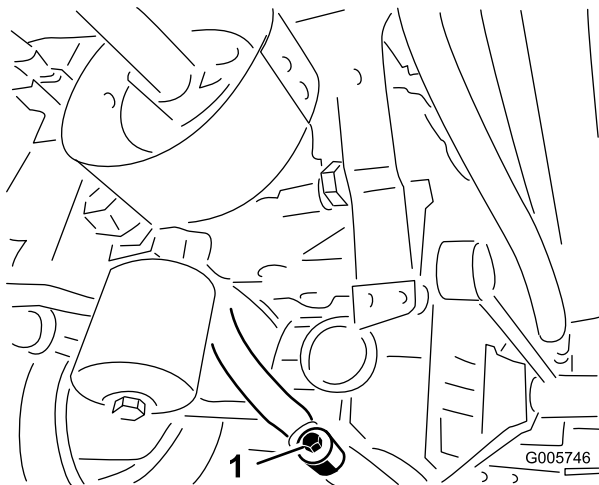
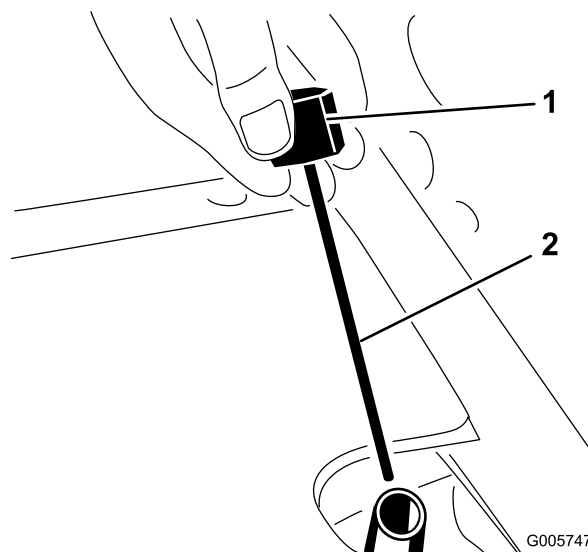

Figura 75
Figura 76
4. Retire o tampão de escoamento do encaixe entre o revestimento do eixo e o filtro de óleo, deixando que o fluido passar para o recipiente de drenagem (Figura 75).
6. Volte a montar o tampão de escoamento entre a caixa do eixo e o filtro (Figura 75).
7. Retire a vareta do tubo de enchimento do eixo (Figura 76) e encha o eixo até ao nível correcto, utilizando um fluido hidráulico correcto; consulte a tabela acima.
9. Aguarde mais dois minutos, retire a vareta e verifique o nível de fluido existente no eixo (Figura 76). Se o nível estiver baixo, adicione fluido até que o nível atinja a marca existente na vareta (Figura 76). Se o nível for demasiado alto, retire o tampão de escoamento (Figura 75) e esvazie o fluido até que o nível fique alinhado com a marca na vareta.